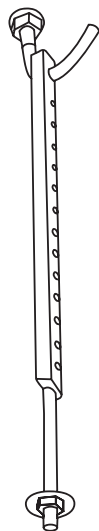

Fig. 3.4
4. Installare i quattro bulloni di sospensione (vedi fig. 3.4).